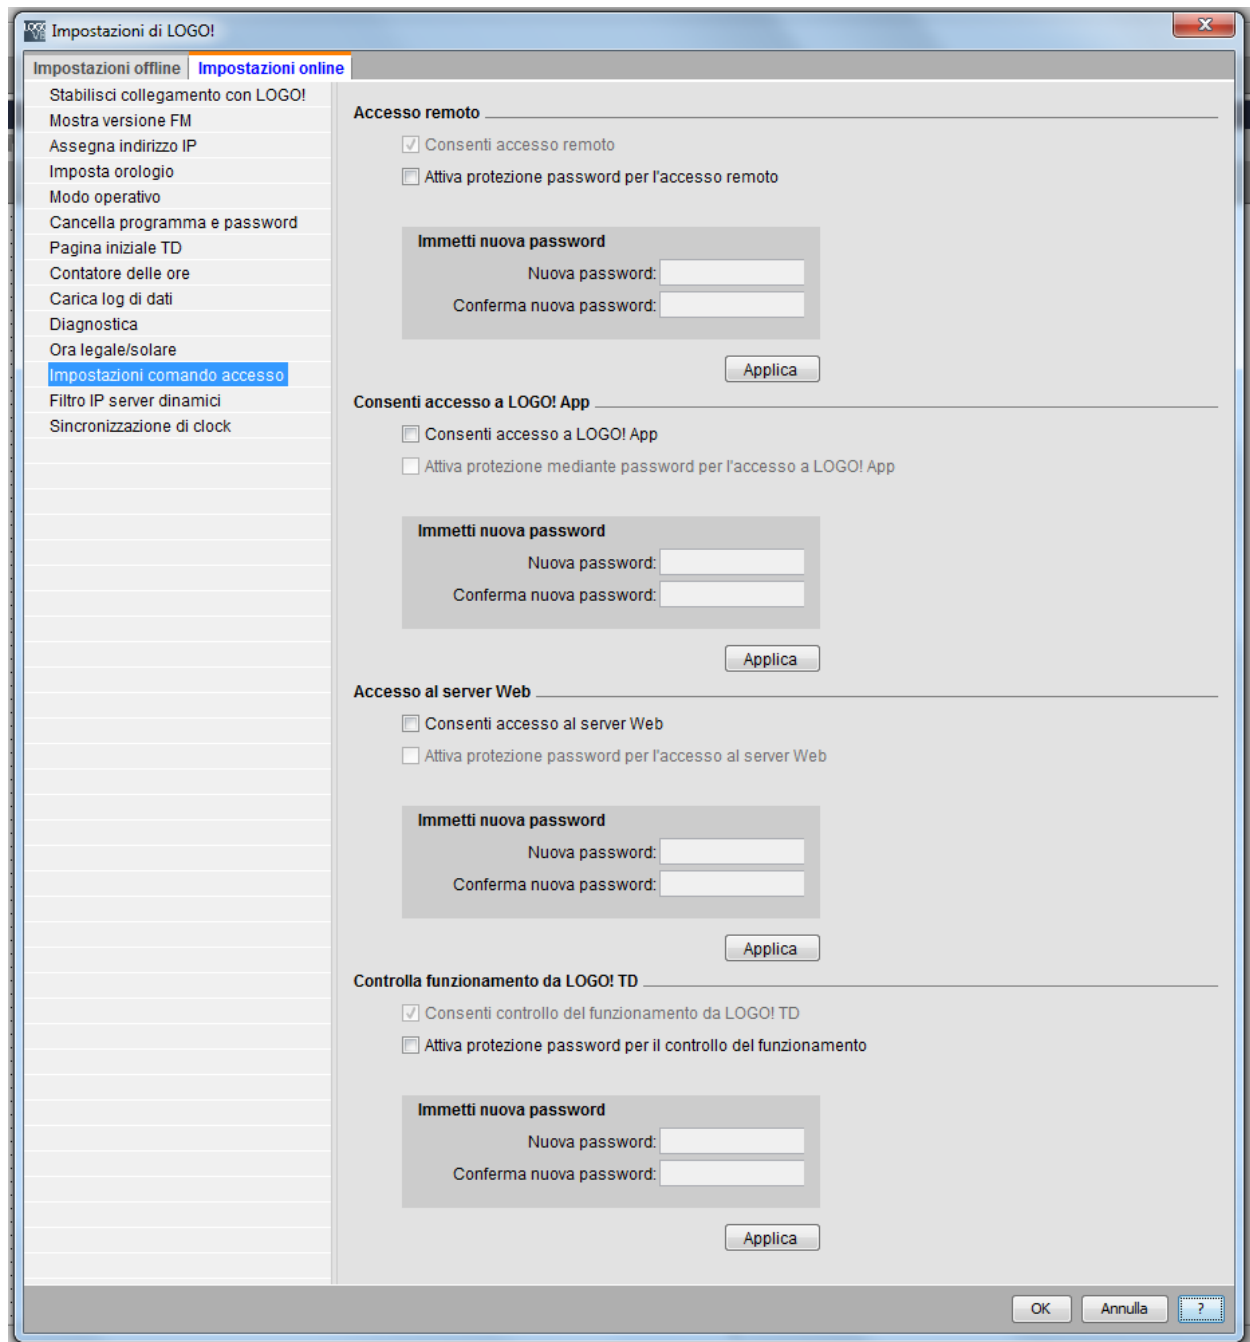

Figura 15
- *Impostazioni comando accesso*: impostare le autorizzazioni di accesso (nome utente e password) per i diversi tipi di accesso. Questa finestra di dialogo consente di gestire quattro tipi di modalità di accesso da remoto come da Figura 15